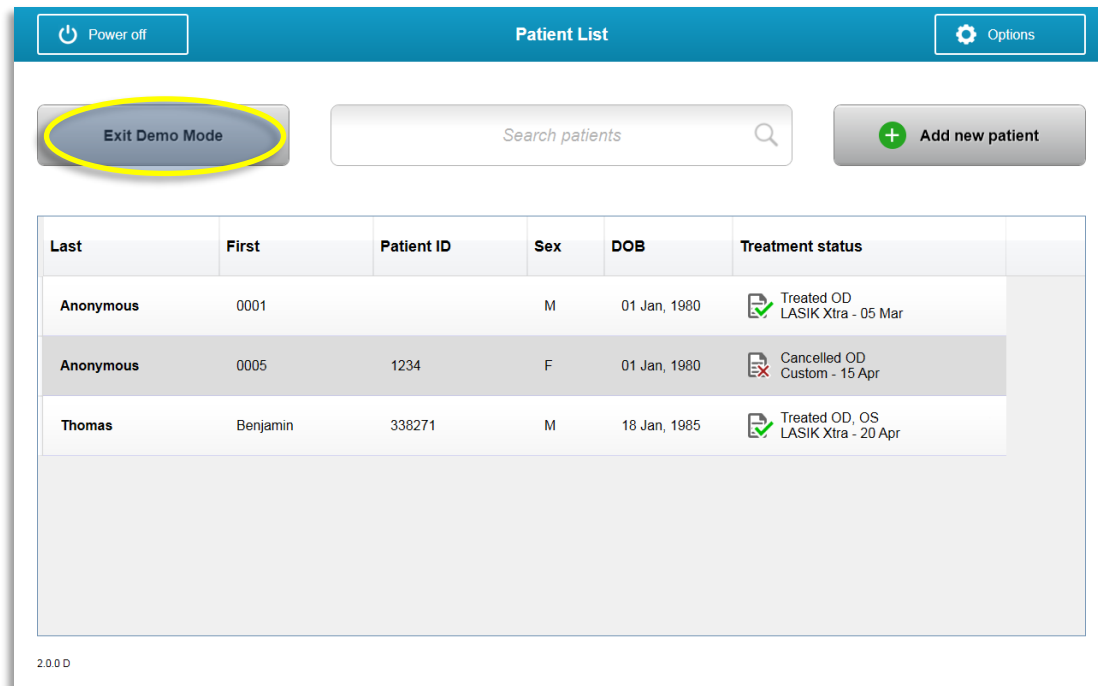
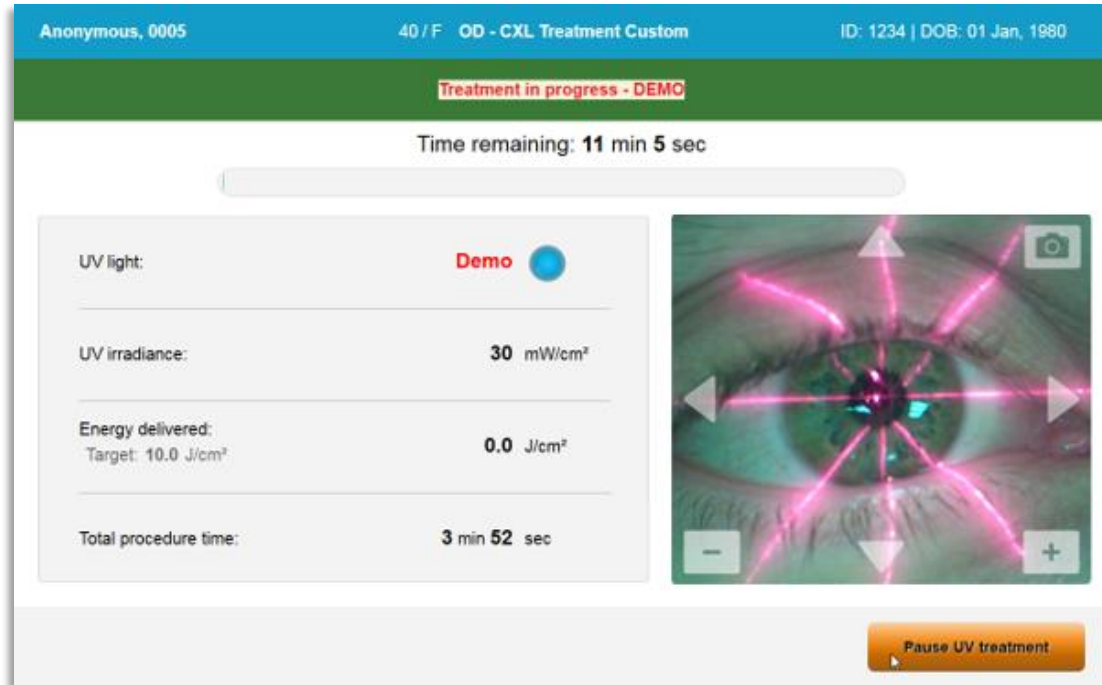

Abbildung 3-60. Anzeige des Demo-Modus in der Patientenliste
Abbildung 3-61. Anzeige des Demo-Modus oben im Bildschirm
- Auf den Bildschirmen des KXL-Systems wird angezeigt, dass sich das System derzeit im Demo-Modus befindet (siehe Abbildung 3-60 und Abbildung 3-61).